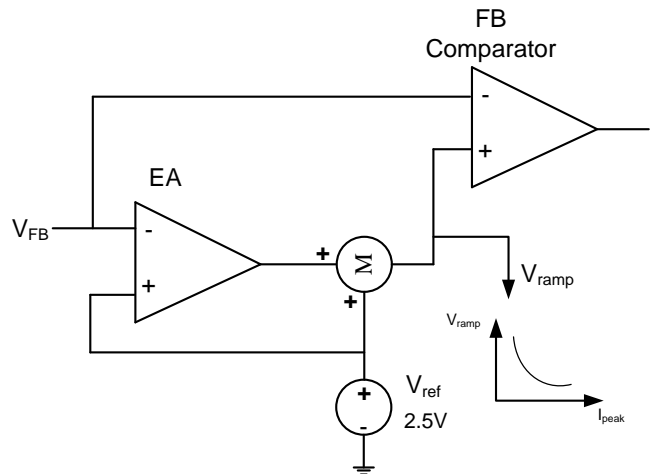

图 5: EA 和斜坡补偿
MP150 具有基于误差放大器 (EA) 的补偿功能以提高负载调整率 (图 5)。在 MOSFET 关断 6 μ s 后，MP150 对反馈电压进行采样，并对 2.5V 电压基准进行调节，从而提升输出调整率。
MP150 采用内部斜坡补偿电路来精确维持输出电压。如图 5 所示，额外的指数变化的电压信号被施加在反馈比较器的基准电压上，它用来降低反馈比较器的基准电压。